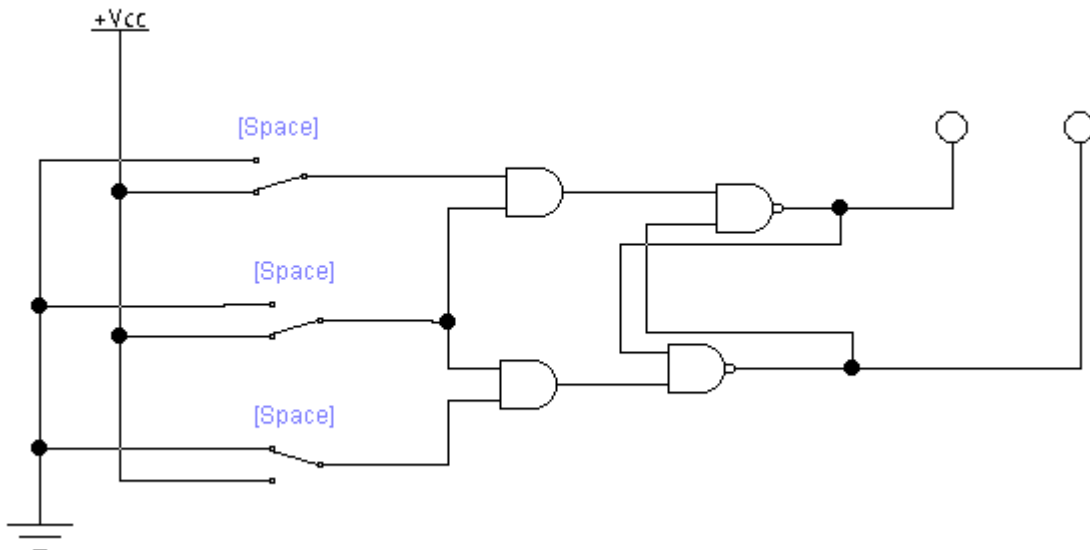

Рисунок 4.65 – Принципова схема для дослідження роботи синхронного *RS*-тригера
9. Зібрати принципову схему для дослідження роботи синхронного *RS*-тригера (рис. 4.65) із логічних елементів **I**, **I-III**.